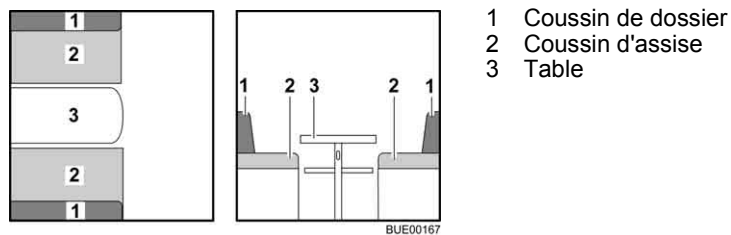

Fig. 70 Avant la transformation
- Convertir la table (Fig. 70,3) en sommier de lit (voir paragraphe 6.10).